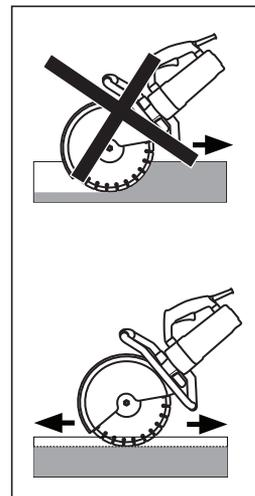

ABB. 8
- Setzen Sie die Scheibe vorsichtig auf das Werkstück auf. Die Schneidleistung ist dann am besten, wenn Sie gerade entlang der vorab markierten Schnittlinie arbeiten. Schneiden Sie maximal mit einer Schnitttiefe von 50 mm (2"). **(ABB. 8)** Sollte eine Schnitttiefe von mehr als 50 mm (2") benötigt werden, schneiden Sie in mehreren Schritten.